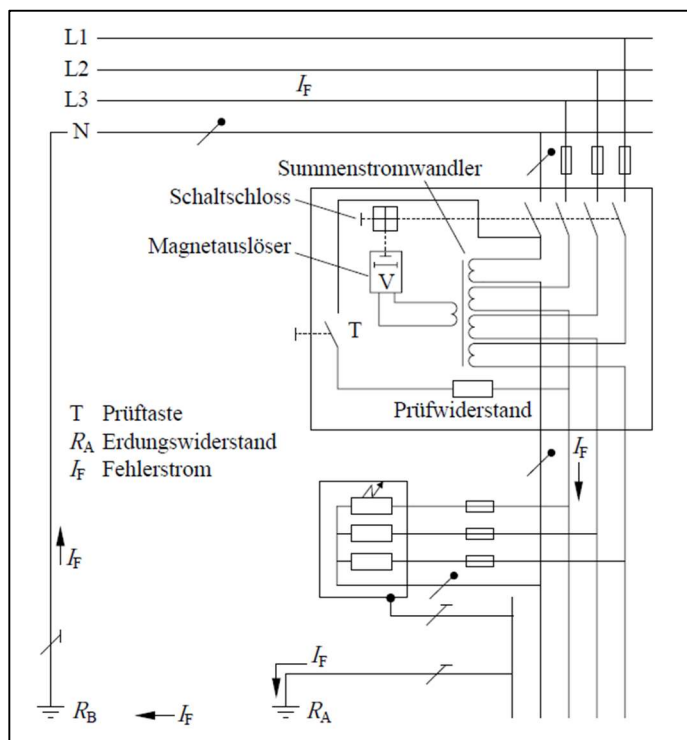

Abbildung 8 [4]:
1.7.1 Überstrom-Schutzeinrichtungen (vgl. Abbildung 8)
1.7.2 Fehlerstrom-Schutzeinrichtungen (vgl. Abbildung 8)